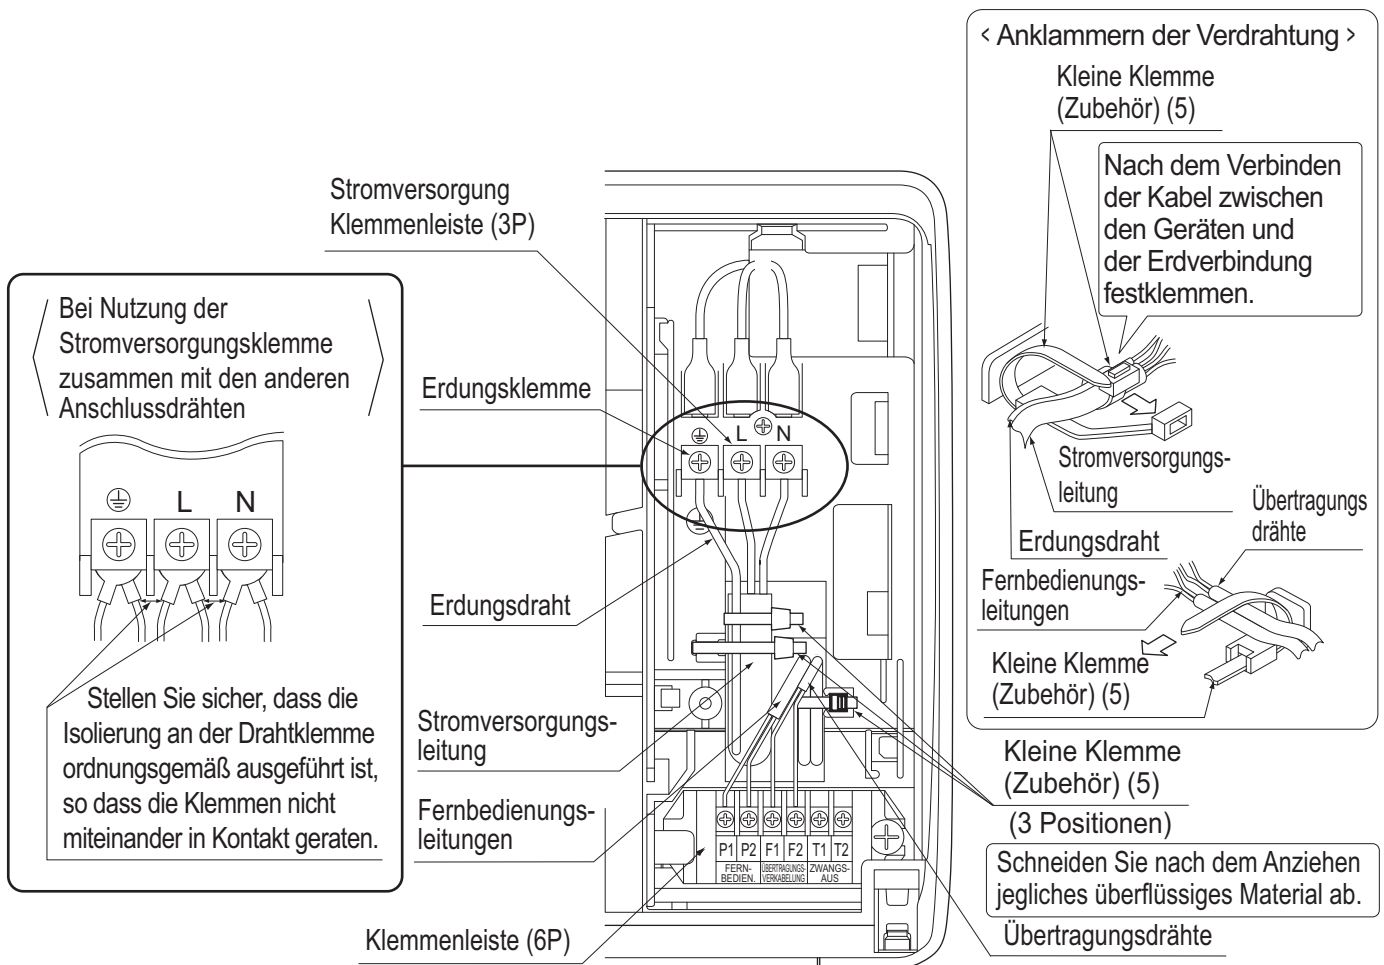

Abb. 21
(Siehe Abb. 21)
Binden Sie dabei das Fernbedienungskabel und das Übertragungskabel mit den beiliegenden Kabelbändern (klein) (5) und sichern Sie diese dann mit den beiliegenden Kabelbindern (klein) (5) entsprechend der Abbildung. **(Siehe Abb. 21)**